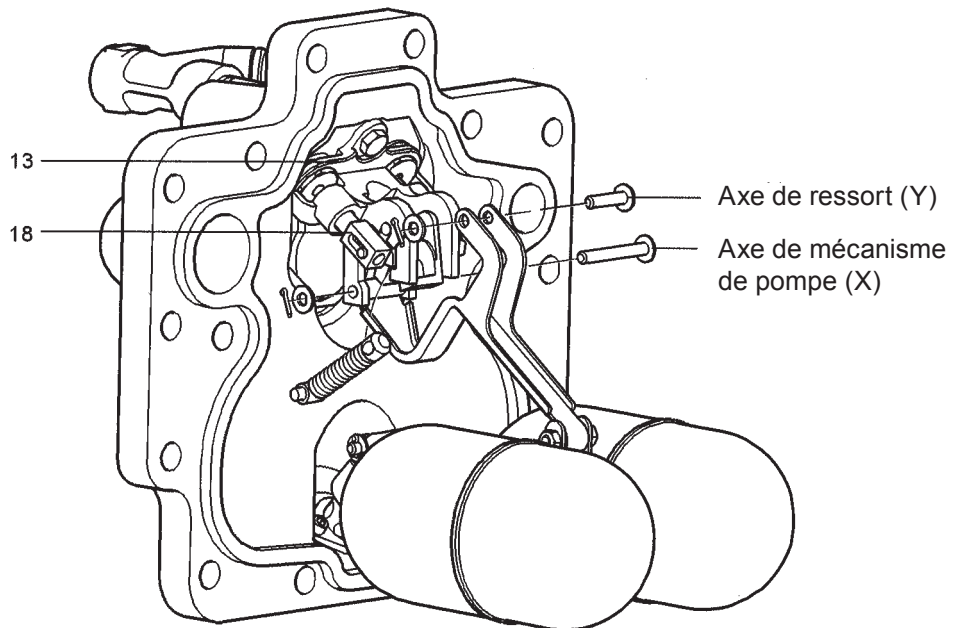

Fig. 24 APT14
15. Pour enlever la soupape d'échappement (rep. 18), retirer les axes (X et Y) après avoir déposé les goupilles et les rondelles (Fig. 24).